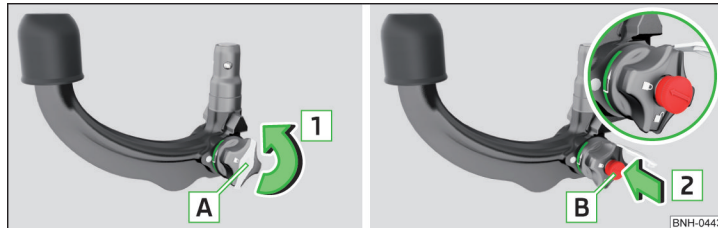

Abb. 215 Kappe vom Schloss abnehmen / Schlüssel in das Schloss stecken
- › Die Kappe **A** vom Schloss in Pfeilrichtung **1** » Abb. 215 abnehmen.